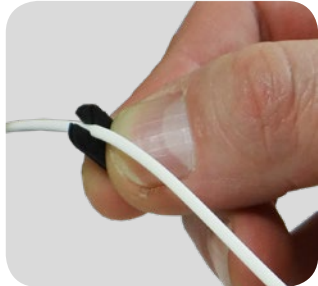

Abb.1: Klemmgummi an Kabel anbringen
- » Abb.1: Für die Montage der fiber ready Ausführung den Klemmgummi an das Glasfaserkabel anbringen. Dieser wirkt als Zugentlastung.